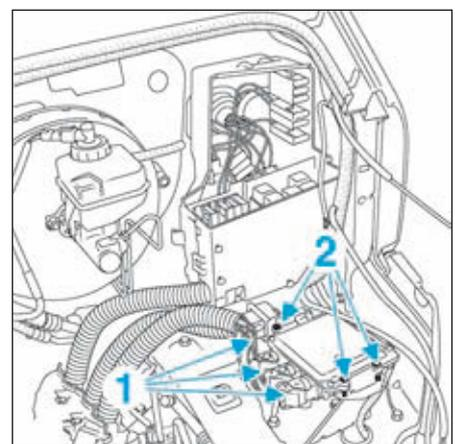

FIG.138
- Débrancher les connecteurs (1) du calculateur de gestion moteur (Fig.138).